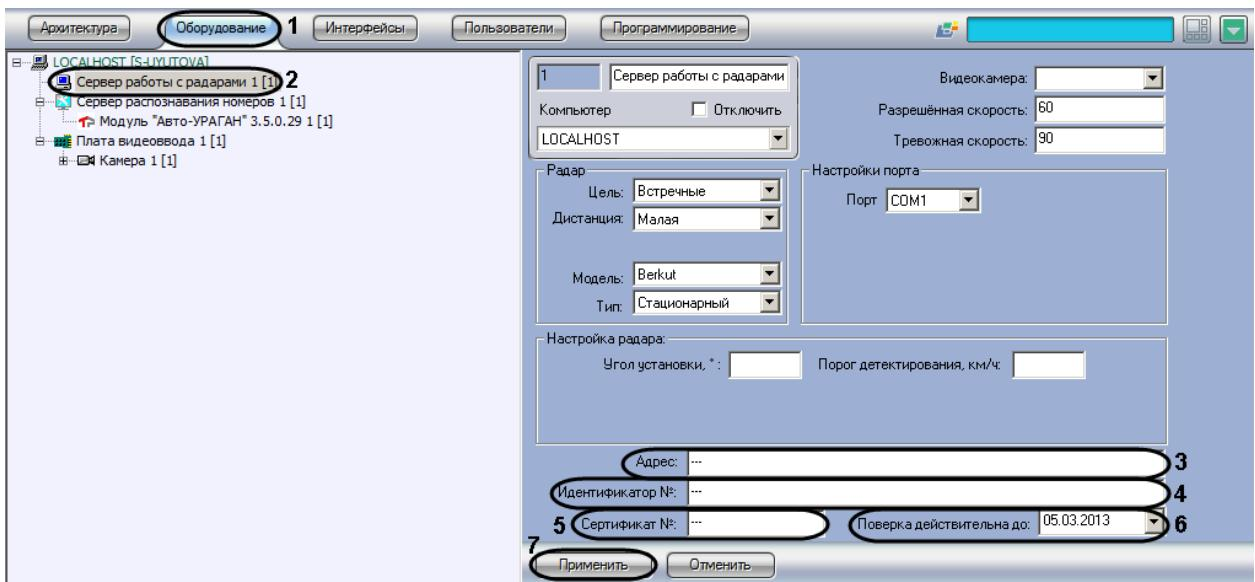

Рис. 7.3—11. Задание сведений об устройстве «Радар» для отображения в отчете о распознанном номере
2. В дереве объектов на вкладке «Оборудование» выбрать объект «Сервер работы с радарами», соответствующий настраиваемому программному модулю «Радар» (см. Рис. 7.3—11, 2). В правой части вкладки «Оборудование» отобразится панель настройки выбранного объекта
3. В поле «Адрес» ввести адрес местонахождения устройства «Радар» (см. Рис. 7.3—11, 3)
4. В поле «Идентификатор №» ввести заводской идентификационный номер устройства «Радар» (см. Рис. 7.3—11, 4)
5. В поле «Сертификат №» ввести номер соответствующего устройству «Радар» сертификата (см. Рис. 7.3—11, 5)
6. Из раскрывающегося списка «Проверка действительно до» выбрать дату, до достижения которой действительна метрологическая поверка устройства «Радар» (см. Рис. 7.3—11, 6)